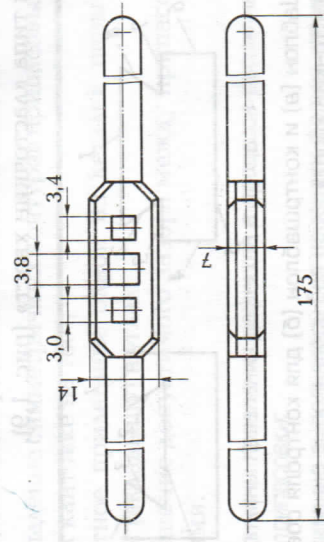

Рис. 1.6. Трехгнездовый вороток
- а) квадратных отверстий трехгнездового воротка (рис. 1.6);